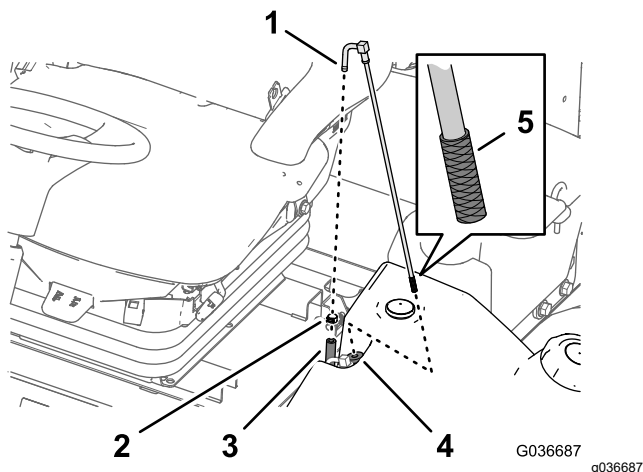

Figura 66
1. Retire la abrazadera que fija la manguera de suministro de combustible al acoplamiento del tubo de aspiración de combustible (Figura 66).
2. Retire la manguera del acoplamiento (Figura 66).
3. Eleve el tubo de aspiración de combustible del depósito de combustible (Figura 66).
4. Limpie cualquier residuo de la rejilla al final del tubo de aspiración de combustible (Figura 66).
5. Inserte el tubo de aspiración de combustible a través del casquillo de goma y en el depósito (Figura 66).